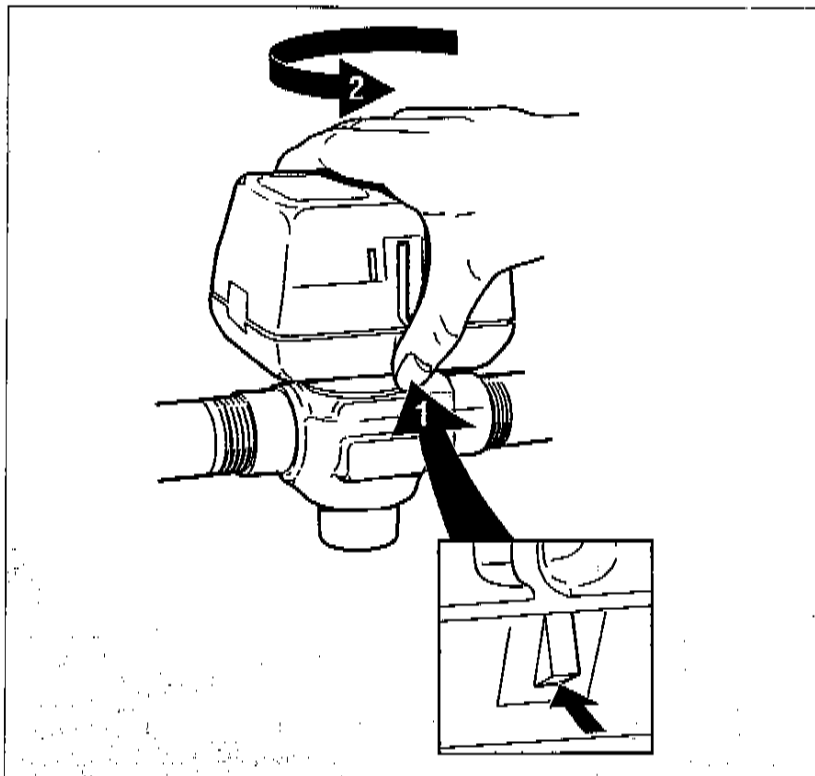

Bild 10 Einrast-Mechanismus
3. Der Antrieb ist im Ventil eingerastet (siehe Bild 10). Um ihn zu demontieren drücken Sie den Einrastknopf. Sie finden ihn direkt unter dem Handhebel. Drücken Sie den Antrieb mit leichtem Druck nach unten in Richtung Ventilkörper und drehen Sie ihn gleichzeitig um 1/4 Umdrehung (45°) entgegen dem Uhrzeigersinn. Jetzt können Sie den Antriebskopf vom Ventilkörper abheben.